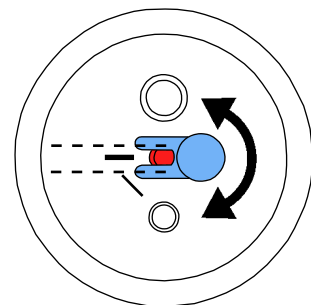

图 17
- 定量喷嘴必须用 25-70 μm 砂罐来调整（图 17）！